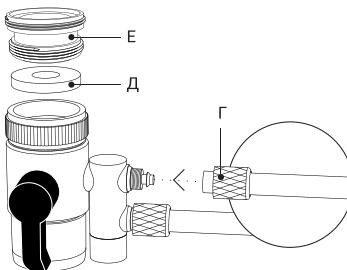

рис. 2
- Открутите гайку (Γ) на диверторе, проденьте одну пластиковую трубку через гайку, конец трубы наденьте на штуцер до упора и плотно закрутите гайку (рис. 2).
- Установите на освободившееся посадочное место в изливе двойной дивертор из комплекта подключения и плотно закрутите по резьбе. Для герметичности соединения используйте штатное уплотнительное кольцо (Δ), поставляемое в комплекте. Используйте переходник (E) для подключения дивертора, если отличается размер резьбы, диаметр и/или способ подключения (внешняя-внутренняя резьба) (рис. 2).